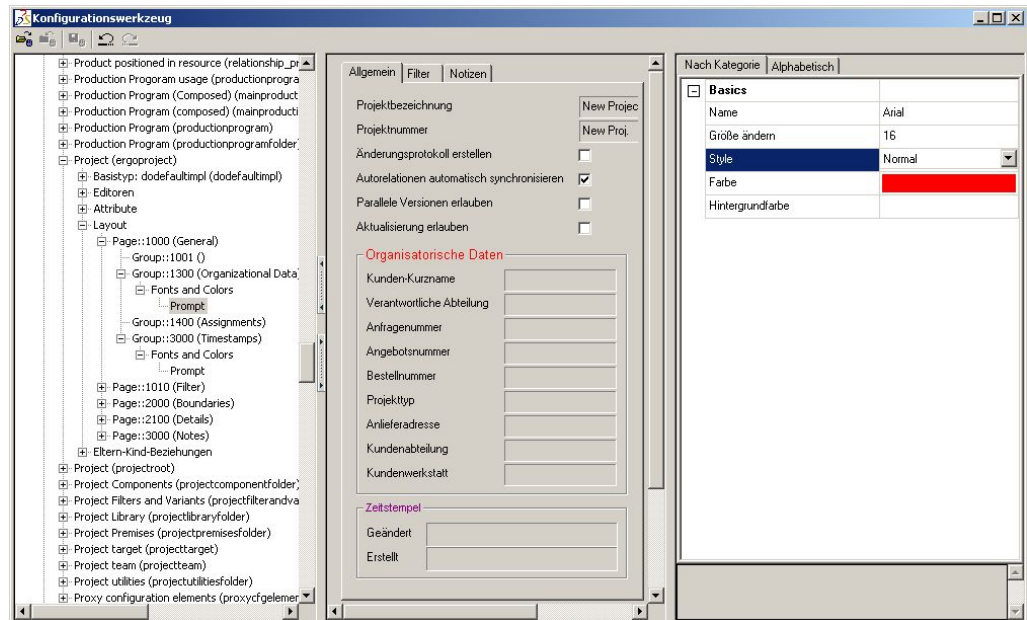

Abbildung 70: Angepasste Gruppenbezeichnungen
- ⇒ Wenn Sie eine **Gruppe** ausgewählt haben, können Sie nur die Bezeichnung, also die Gruppenüberschrift bearbeiten. Siehe Abbildung 70.